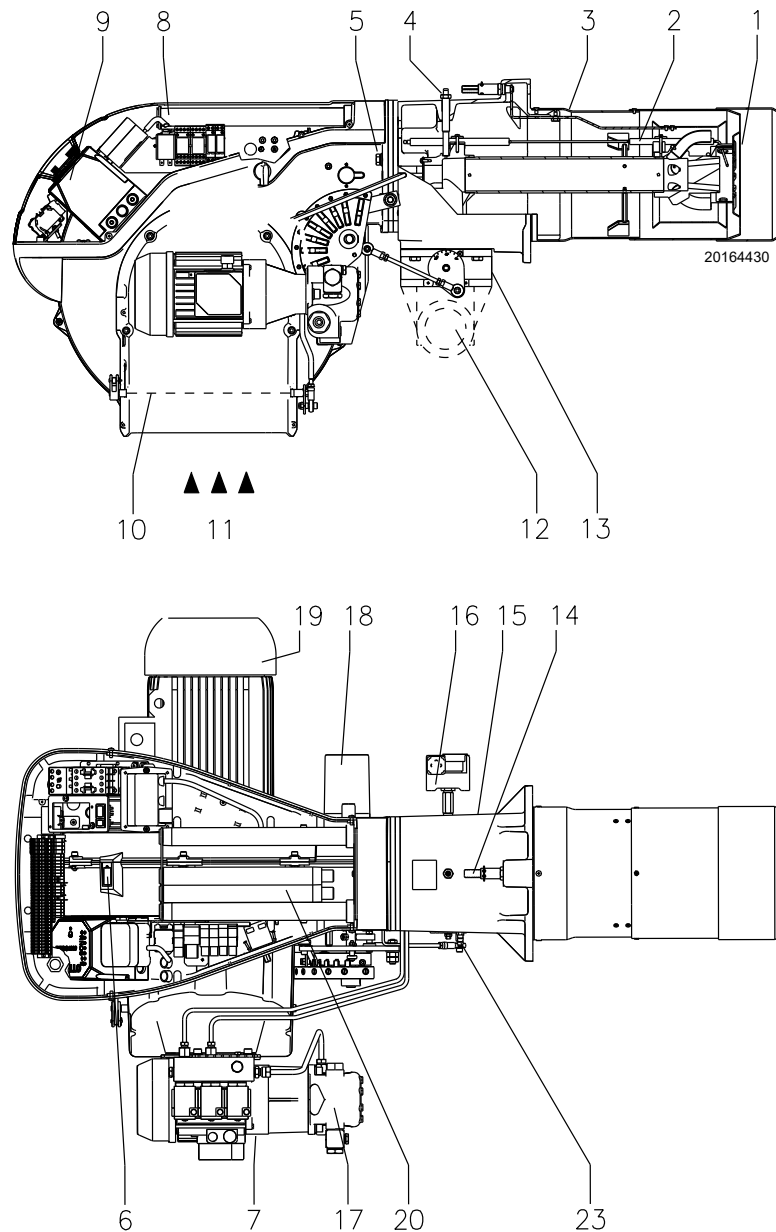

Рис. 5
- (1) Исходные условия: Температура окружающей среды 20 °C - Температура газа 15 °C - Барометрическое давление 1013 мбар - Высота 0 м н. у. м.
- (2) Давление на штуцере 4) (Рис. 5, на стр. 11) при нулевом сопротивлении в камере сгорания и при максимальной мощности горелки.
- (3) Звуковое давление было измерено в лаборатории на заводе-изготовителе, горелка работала на испытательном котле на максимальной мощности.